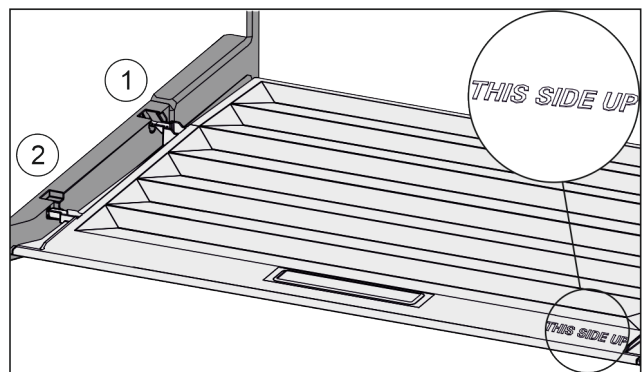

Fig. 86
- ▶ Deckelstege über Öffnung der hinteren Halterung Fig. 86 (1) einführen und vorne in Halterung Fig. 86 (2) einrasten.